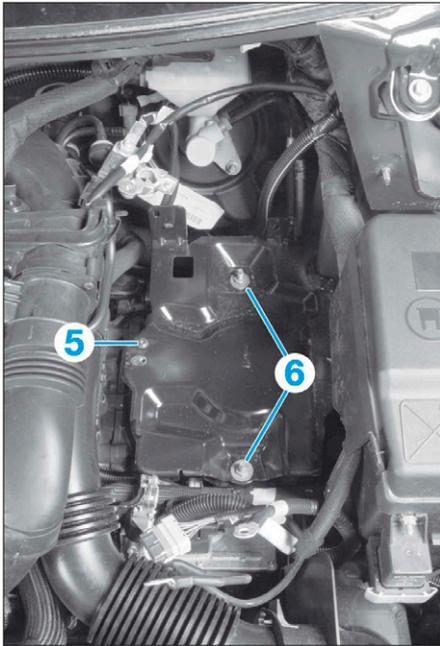

FIG. 28
- la vis (5) (Fig.28),
- les écrous (6)